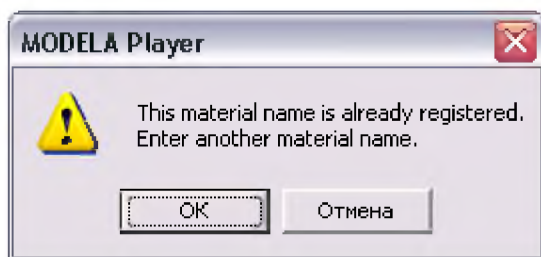

Рис. 9. Окно с предупреждением
18. В случае если после нажатия на кнопку **OK** появится окно, с предупреждением показанное на рис. 9, то необходимо нажать на кнопку **OK**, после чего вместо символа “@” в окне **Enter name** ввести любую цифру. В результате в правой части окна **Customer parameters...** появится новый материал